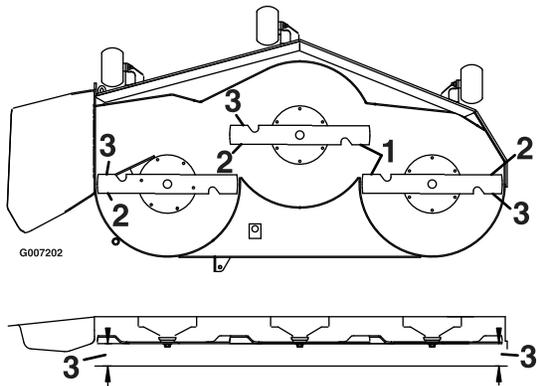

Figure 58
4. Mesurez la distance entre les tranchants extérieurs et le sol plat (Figure 58). Si les deux mesures diffèrent de plus de 5 mm (3/16"), un réglage s'impose. Poursuivez la procédure de mise à niveau.